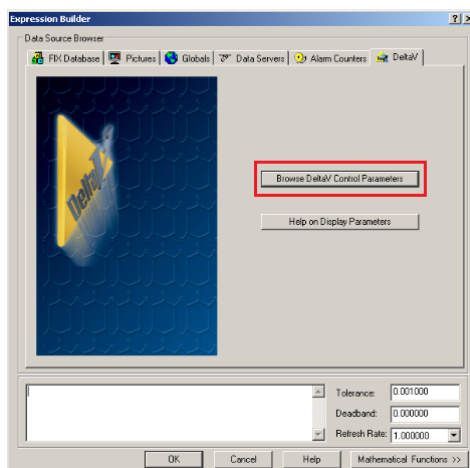

Figura 93: Constructor de expresiones.
- 3) Al hacer click en el botón con los puntos suspensivos debe aparecer la figura 93, luego hacer click en *Browse DeltaV Control Parametres*, el cual nos permite buscar la ruta apropiada de algún parámetro de control.